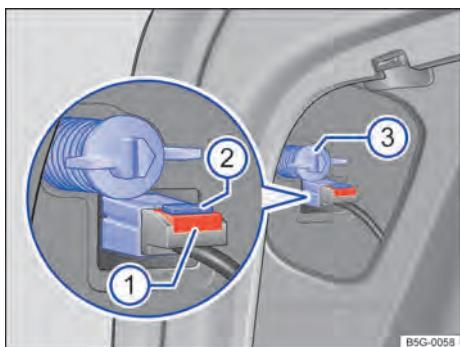

Fig. 225 Lateralmente no compartimento de bagagem: desinstalar a lanterna traseira.
4. Retirar o fusível ⇒ Fig. 225 ①. Pressionar o bloqueio ② do conector e retirá-lo.
5. Remover o parafuso de fixação com a mão ③.
12. Segurar a lanterna traseira na posição de montagem com uma das mãos e rosquear o parafuso de fixação com a outra ⇒ Fig. 225 ③.
14. Encaixar o conector no suporte da lâmpada e pressionar para dentro o fusível ①.